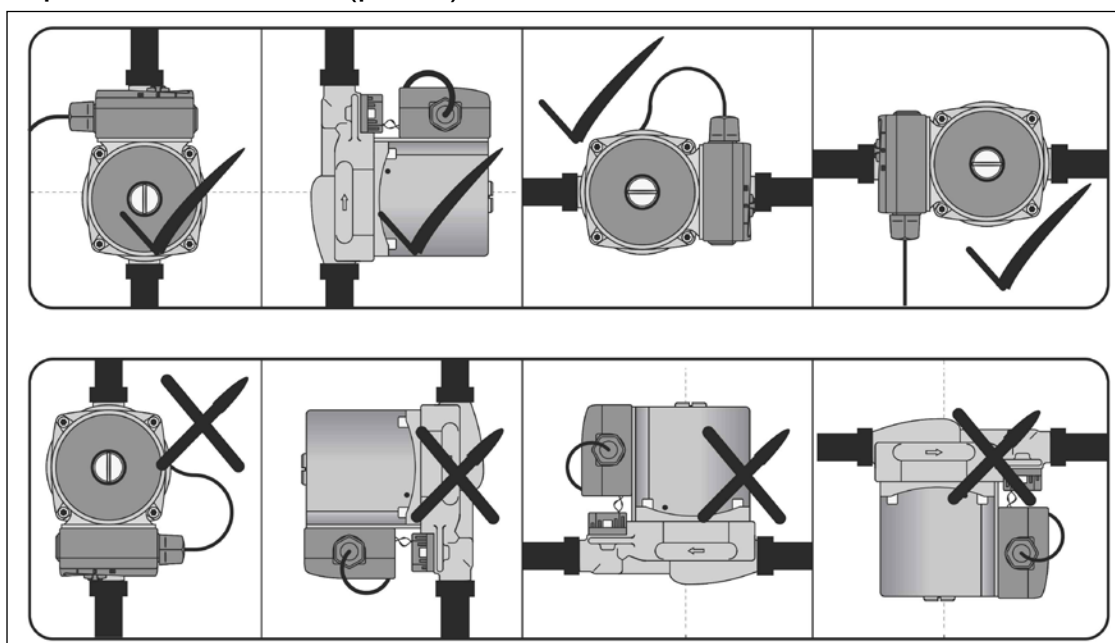

Рис. 3 Положения насоса при монтаже
На насос не должны передаваться механические напряжения от трубопровода и его вес (рис.3).
*Насос следует устанавливать так, чтобы обеспечить положение оси вала насоса строго в горизонтальном положении, а клеммной коробки – сверху или с боку (рис.3)*
Стрелка на торце крышки указывает направление потока (рис.3).